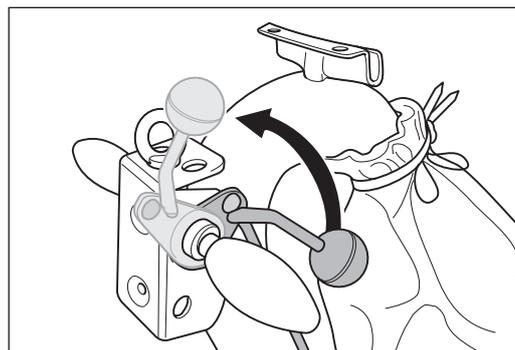

Abb. 75 Den Ablasshebel am Handgriff bis zum Anschlag nach oben ziehen. Dadurch wird die Schleifwalze vom Boden abgehoben.
Während der Überprüfung oder der Einstellung des Schleifbandlaufs muss die Schleifwalze unbedingt vom Boden abgehoben sein (Abb. 75)!
- 1 **Ziehen Sie den Ablasshebel am Handgriff bis zum Anschlag nach oben (Abb. 75)!**
- 1 Ziehen Sie den Ablasshebel am Handgriff bis zum Anschlag nach oben (Abb. 75). Dadurch wird die Schleifwalze vom Boden abgehoben.